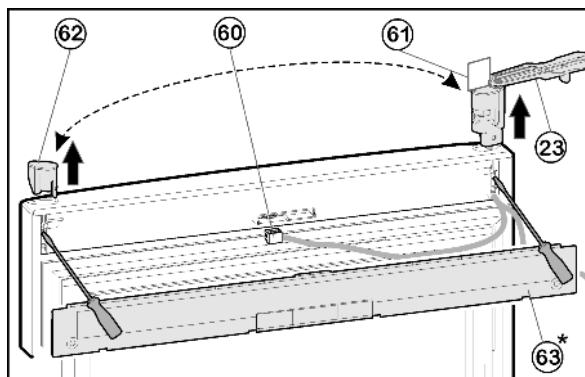

Fig. 11
- ▶ С помощью отвёртки выведете из зацепления крышку Fig. 11 (63) на дверце.
- ▶ Отсоедините разъем Fig. 11 (60).
- ▶ На верхней дверце поверните опорный кронштейн Fig. 11 (23) наружу параллельно краю дверцы.
- При помощи отвертки вытолкните опорный кронштейн Fig. 11 (23) снизу и снимите с двери вместе с кабелем.
- Извлеките пробку Fig. 11 (62) снизу при помощи отвертки и вставьте на другой стороне.
- Проденьте кабель опорного кронштейна Fig. 11 (23) на противоположной стороне и установите опорный кронштейн.
- Снимите шаблон Fig. 11 (61) и закрепите на опорном кронштейне.
- Вставьте разъем Fig. 11 (60).
- Зафиксируйте крышку Fig. 11 (63) на дверце.